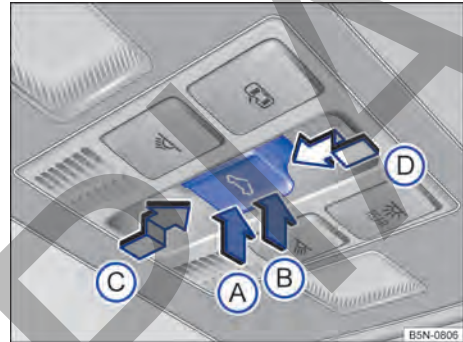

Fig. 69 En el revestimiento interior del techo: tecla del techo de cristal.
- Función manual: pulse la tecla por la zona → fig. 69 **B** hasta el primer nivel.